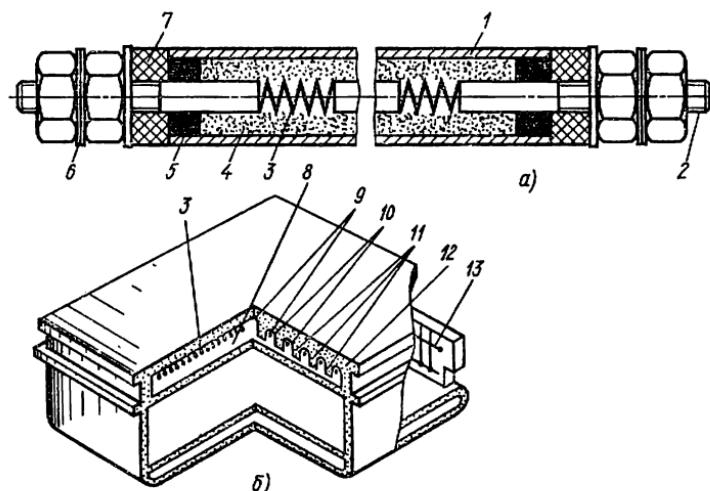

Рис. 40. Электронагреватели:
**Тепловые электронагреватели.** К тепловым электронагревателям относятся трубчатый электронагреватель (рис. 40, а) ТЭН и электроконфорка (рис. 40, б). Оба типа электронагревателя в случае выхода из строя нагревательных элементов в условиях ремонтного хозяйства предприятия не ремонтируются и отправляются в специализированные предприятия для приведения их в исправное состояние. Вышедшие из строя электронагревательные изделия заменяют новыми. Электронагреватели трубчатые применяются в большинстве нагревательных устройств, по форме могут быть изготовлены в любом исполнении — круглый, *U*-образный и т. д.